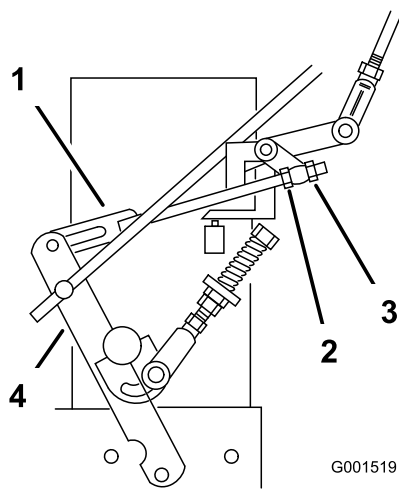

Figure 39
8. Desserrez l'écrou de réglage avant sur la timonerie de commande hydraulique gauche, comme illustré à la Figure 39.
9. Tournez l'écrou de réglage gauche dans le sens anti-horaire jusqu'à ce que la roue tourne en avant (Figure 39).
10. Tournez l'écrou de réglage arrière dans le sens horaire 1/4 de tour à la fois. Déplacez ensuite le sélecteur de vitesse en avant et ramenez-le au point mort. Répétez cette opération jusqu'à ce que la roue gauche arrête de tourner en avant (Figure 39).